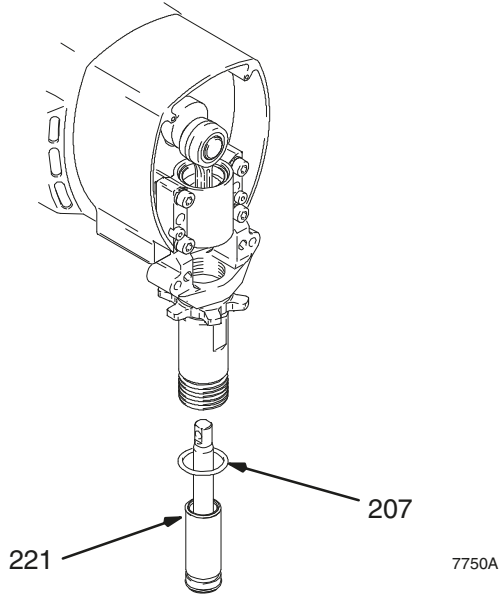

Fig. 18
Fig. 18. Engrase la junta tórica (221) y colóquela en el manguito. Deslice el conjunto del manguito / varilla del pistón en la parte inferior del cilindro. Si lo desea, reemplace la junta tórica (207).